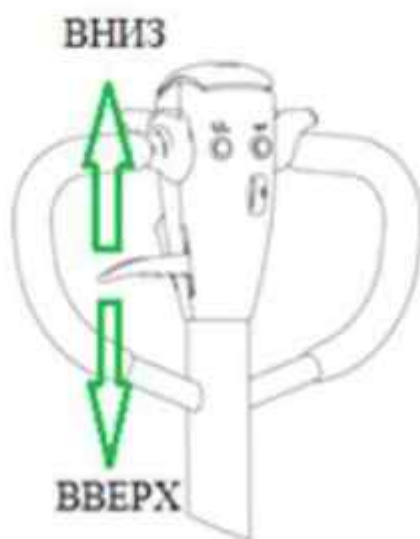

Рисунок 6. Рычаг управления
- Для опускания вил поднимите рычаг в положении DOWN (ВНИЗ) (верхнее положение ручки). Для свободного перемещения рукоятки, установите рычаг в нейтральное положение (в центральное положение ручки). Для поднятия вил установите рычаг в положение UP (ВВЕРХ) (нижнее положение ручки). Рисунок 6.